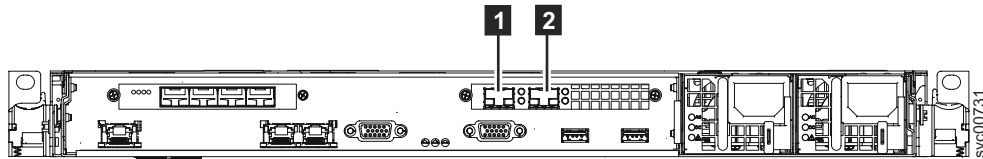

Figura 35. Portas Ethernet de 10 Gbps na Parte Traseira do SAN Volume Controller 2145-CG8
- Opcional: Se o recurso Ethernet de 10 Gbps estiver instalado, é possível conectar os cabos óticos Ethernet à porta Ethernet 3, conforme mostrado por **1**, e à porta Ethernet 4 (**2**), na Figura 35 na página 38.